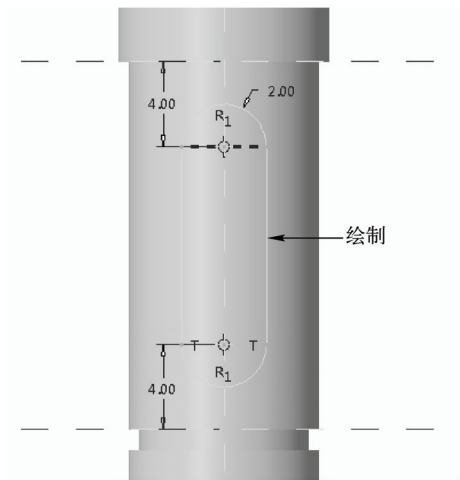

图 15-16 绘制草绘截面二
STEP 07 用与上述同样的方法,使用“拉伸”命令,打开“拉伸”选项卡,在绘图区中选择“DTM2”平面作为草绘平面,进入草绘环境,然后单击“草绘”选项卡中的相应按钮,绘制草绘截面,如图 15-16 所示。